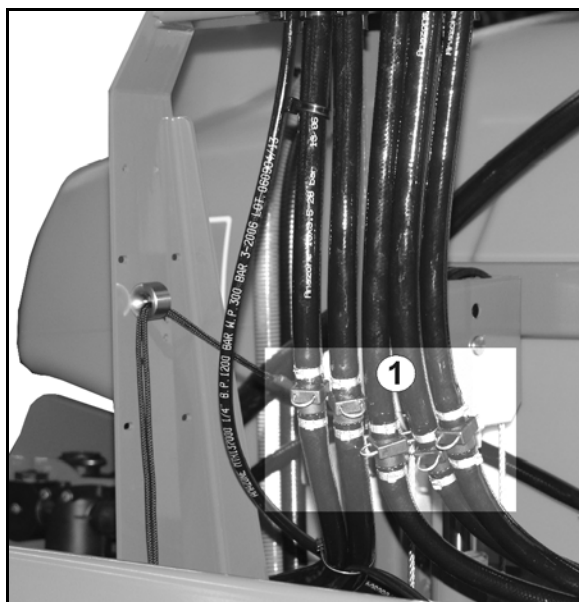
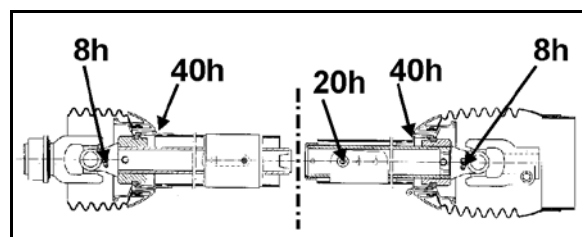

Fig. 134
Fig. 135
2. Desmontar e limpar o filtro de sucção (Fig. 134/1). Para o efeito, consultar na página nº 166.
- 5.1 Esvaziar o filtro de pressão (Fig. 134/2) através da torneira **C**.
- 5.2 Desenrosque o tubo flexível do misturador (Fig. 135/4) (a partir da torneira **C**) do depósito de calda.
6. Desenrosque o tubo flexível de alimentação (Fig. 135/1) da válvula de regulação. O tubo flexível de alimentação (Fig. 135/1) une o lado de pressão do selector VARIO (Fig. 134/**B**) com o conjunto de sucção.
7. Desenrosque o tubo flexível de retorno (Fig. 135/2) da guarnição de secções do lado de sucção do selector VARIO (Fig. 134/**A**).
9. Retire o tubo flexível de limpeza interior (Fig. 135/3) do lado de pressão do selector VARIO (Fig. 134/**B**).
14. Comute várias vezes entre todas as posições de comutação no lado de sucção do selector VARIO (Fig. 134/A) e no lado de pressão do selector VARIO (Fig. 134/B).